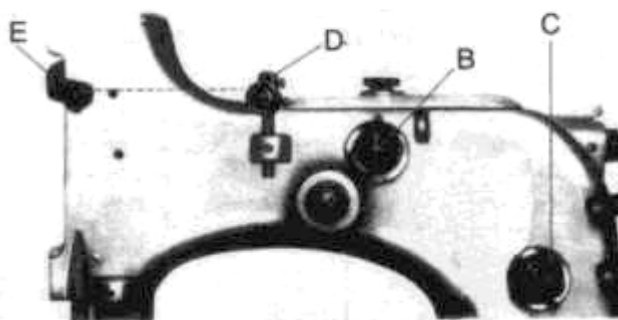

Рис. 11
Опускання кілець (А, рис.11) підвищує тиск, піднімання кілець зменшує тиск.
Вушко голки (D, рис.11) повинно бути встановлене так, щоб нитка проходила майже горизонтально, паралельно до покриття машини, між вушком (D) на стрижні і головодавця і вушком (D) на ручці машини, коли голка знаходиться у своїй верхній позиції. Закрутіть гвинтом (E).